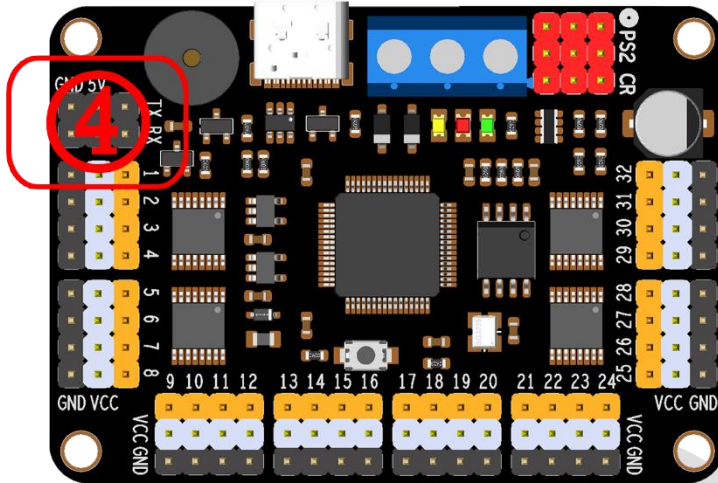
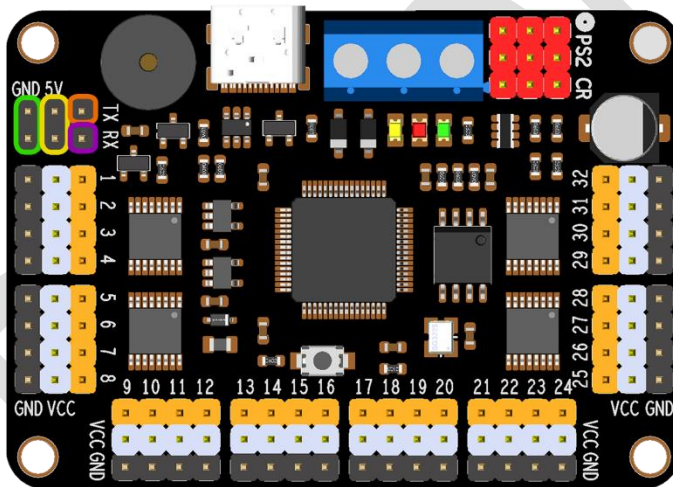

Figure 3
Figure 4
III. Méthode de câblage UART, comme indiqué à la position ④ dans la *Figure 3*. Veuillez-vous référer à la *Figure 4* pour plus de détails :